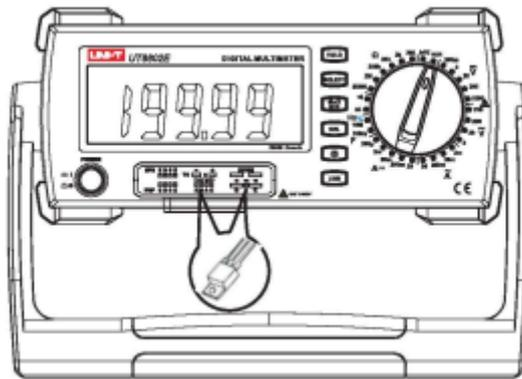

Abbildung 11
10. Messung von SCR (siehe Abbildung 11)